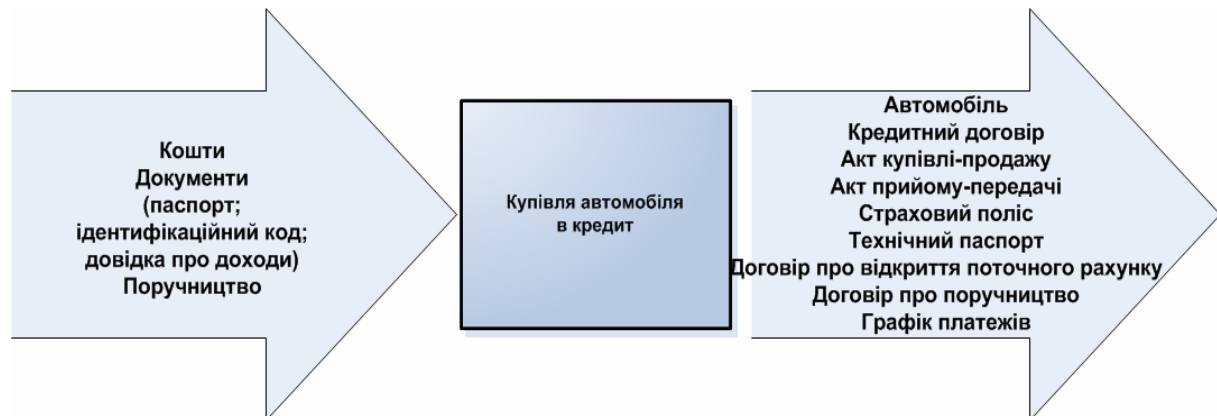

Рис. 11.1. Концептуальна схема процесу
2. Розглянемо входи і виходи процесу (рис. 11.1). Скористаємося досить широким трактуванням входів як «усе, що і хто впливає на процес» (люди, матеріали, устаткування, методи, виміри, середовище). Вихід – результат процесу: «на що або на кого впливає процес». Сам процес відображено доки як якийсь «чорний ящик»:
На відміну від першої, концептуальної, схеми процесу, в діаграмі послідовності з'явилися початок (старт) і закінчення (фініш) процесу. Жодного зв'язку входу (рис. 11.1) з початком процесу (рис. 11.2), а також виходу з закінченням не спостерігається.